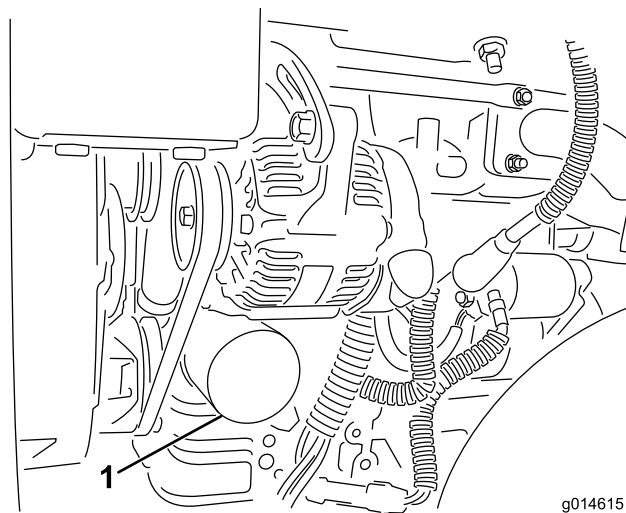

図 48
2. オイルフィルタ（図 48）を外す。新しいフィルタのガスケットに薄くエンジンオイルを塗る。